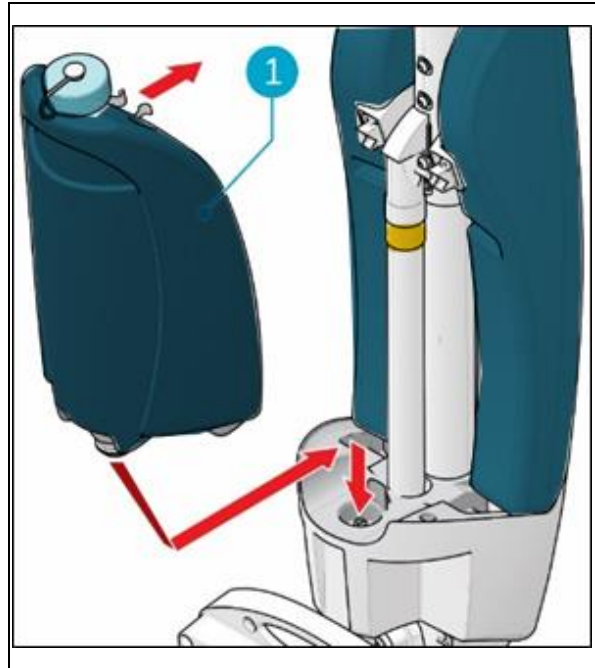

Figure 12
1. Placez le réservoir (figure 12, pos. 1) sur l'i-mop® XXL avec la valve en premier.